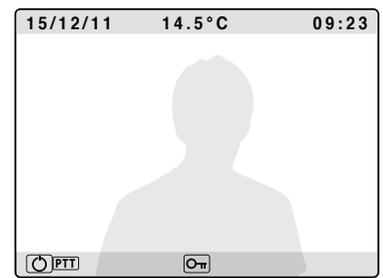

Fig. 14
- Passez du mode « mains libres » au mode « appuyer pour parler » (press to talk) en maintenant le bouton  enfoncé jusqu'à ce que la LED correspondante commence à clignoter lentement (**Fig. 14**). Appuyez et maintenez le bouton  (la LED clignote rapidement) pour parler au visiteur, relâchez le bouton (la LED clignote lentement) pour écouter le visiteur ;